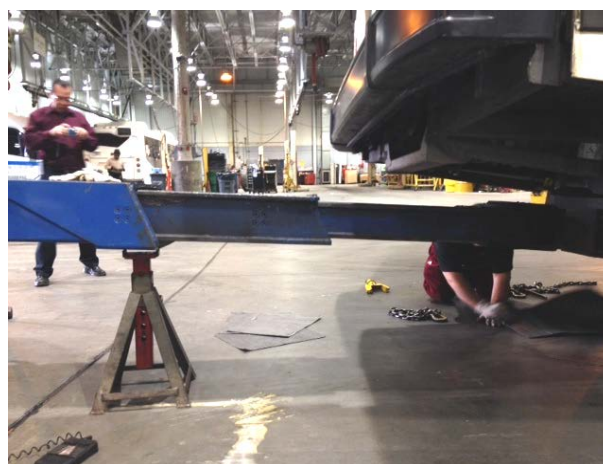

FIGURE 63
9. Installer une chandelle sous le bras télescopique en guise d'appui et pour des raisons de sécurité puis abaisser le bras télescopique pour qu'il repose sur la chandelle (Figure 63). Les blocs peuvent être retirés d'en dessous des roues de l'essieu moteur.